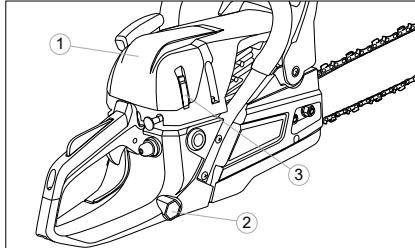

Abb. 24
1. Nehmen Sie den Deckel des Luftfilters 1 (Abb. 24) ab, dazu klippen Sie die Verschlüsse 3 aus. Benutzen Sie den Schraubendreher am Kerzenschlüssel 2.